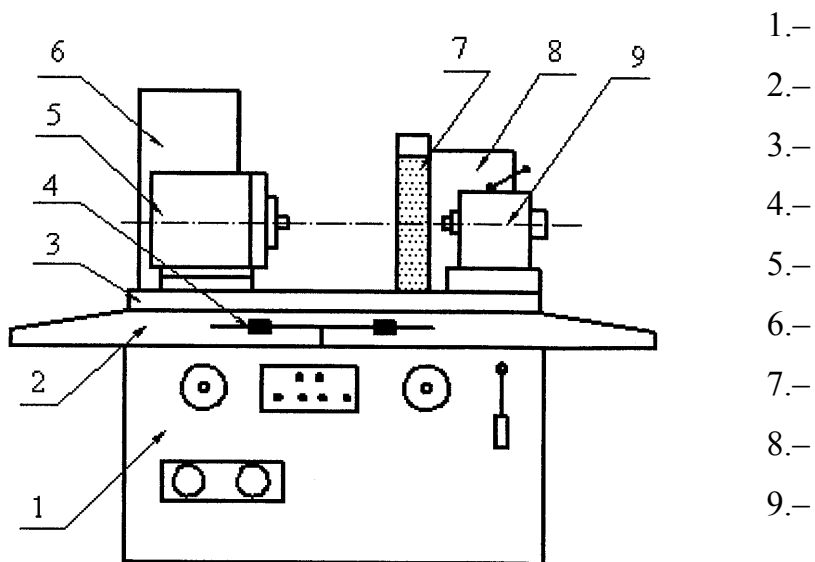

Рис. 9.1
**Задача 1.** По общему виду (рис. 9.1, 9.2) определить тип станка и перечислить основные узлы шлифовальных станков.